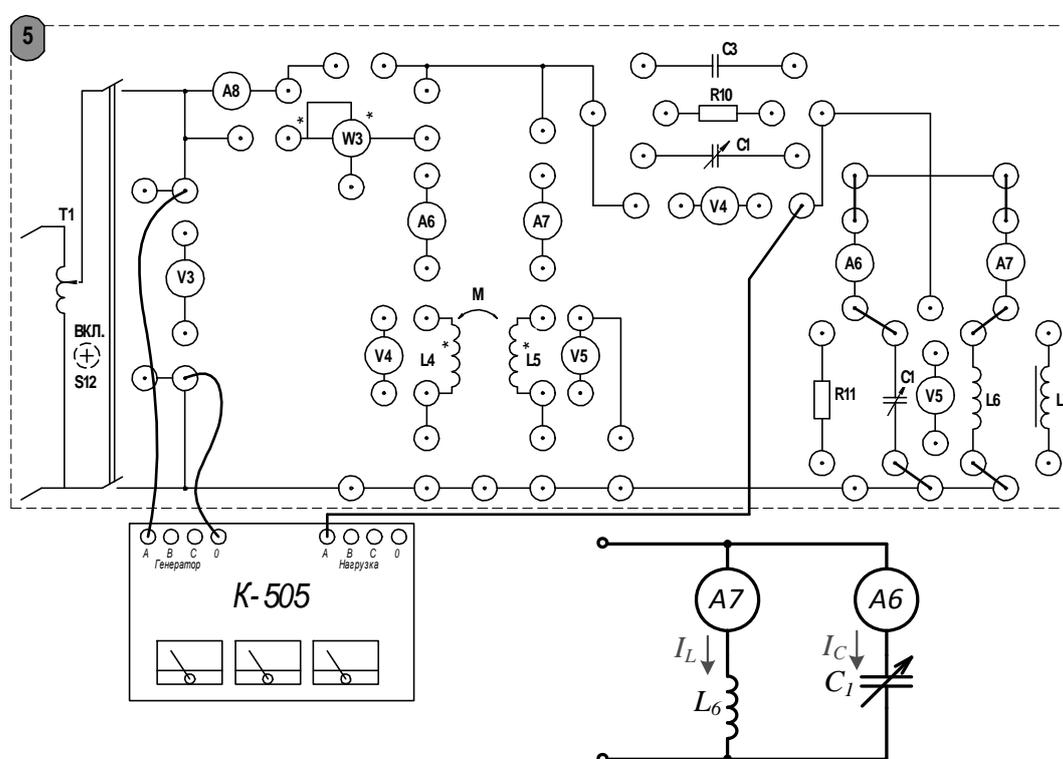

Рисунок 5.2 – Схема для исследования резонанса токов
5.1.3 Исследовать резонанс при параллельном соединении (рисунок 5.2) элементов  $R, L, C$  (резонанс токов), изменяя емкость конденсатора при помощи переключателей на стенде. Экспериментально определить значение емкости, при котором наступает резонанс токов. Результаты эксперимента и расчетов занести в таблицу 5.2 и построить графики зависимостей  $I(C)$  и  $\varphi(C)$ .